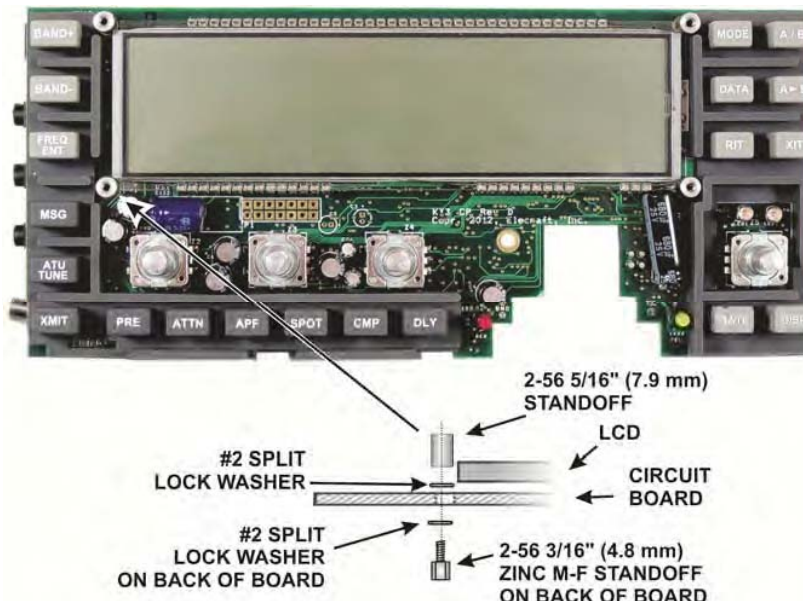

Figure 13. Installing CP Board Standoff Hardware - Part 2.
□ スペンサーを図13に示されるようなCPボードにインストールしてください。ボードの後ろのねじの代わりにM-Fスペンサーが使用されることに注意してください。